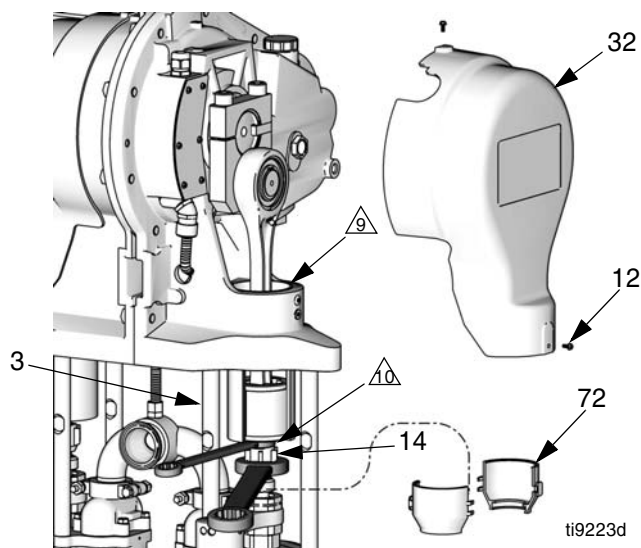

FIG. 5. Ta bort kopplingsmuttern
1. Skruva bort de fyra skruvarna (12) och båda kåporna (21, 32). FIG. 5 visar kåpan (32) på sidan motsatt motorn, kåpan på motorsidan är (21).